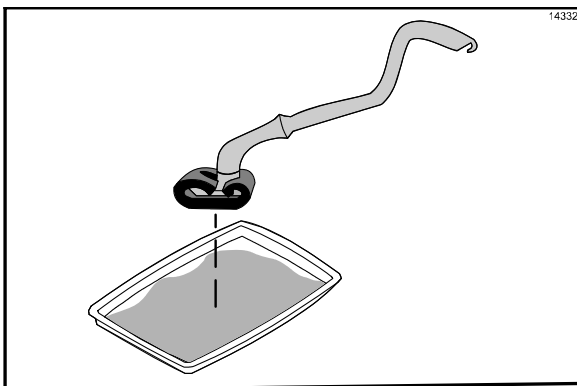

Abbildung 47
14. Den Kay-Reinigungspolsterhalter in die Grillreinigungsflüssigkeit tauchen. (Siehe Abbildung 47.)